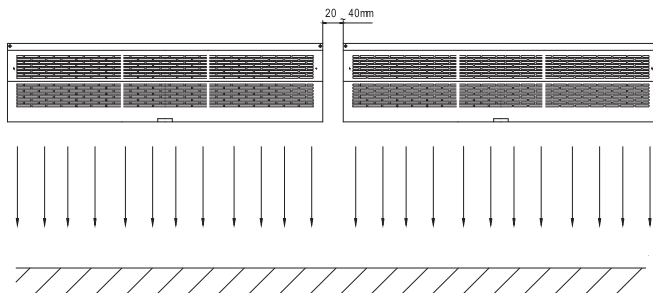

Рис. 5 – Установка нескольких завес в ряд
7.1.5 При установке нескольких завес над одним проемом, расстояние между ними должно быть 20–40 мм (Рис. 5).